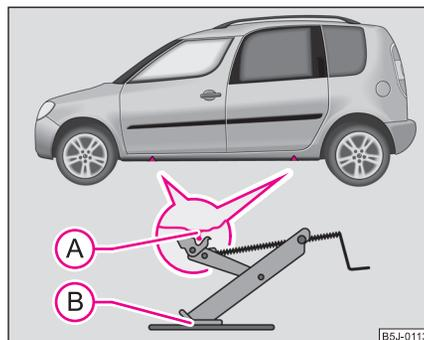

Abb. 173 Radwechsel:
- Wählen Sie zum Ansetzen des Wagenhebers den Aufnahmepunkt - Unterholm, der dem defekten Rad am nächsten liegt ⇒ Abb. 173. ▶
- Setzen Sie den Wagenheber so an, dass die Klau e den senkrechten Steg des Unterholms (A) umfasst und die untere Abstützfläche des Wagenhebers (B) sich mit ihrer ganzen Fläche auf dem festen Untergrund befindet.